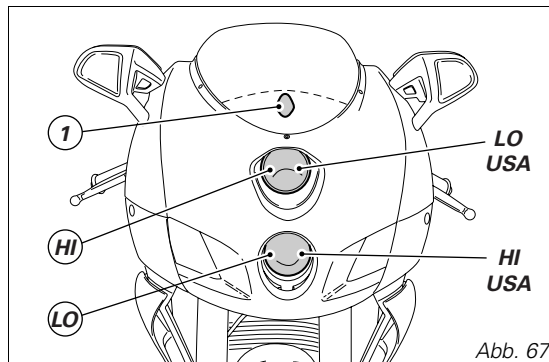

Abb. 67
Auf der Abbildung 67 wird die Position der Glühbirne des Abblendlichts (LO), des Fernlichts (HI) und des Standlichts (1) angegeben.